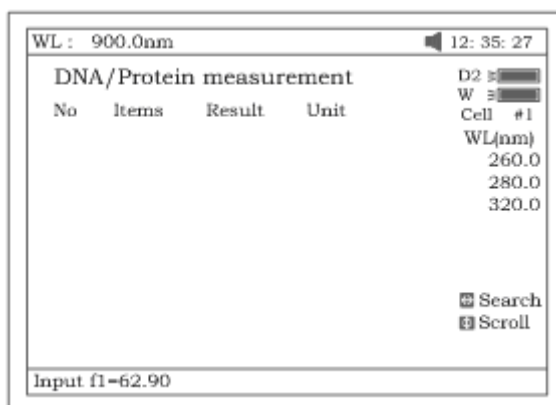

Рисунок 61
- Нажмите **[F1]** и введите значения f1-f4 с цифровой клавиатуры (рис.61).